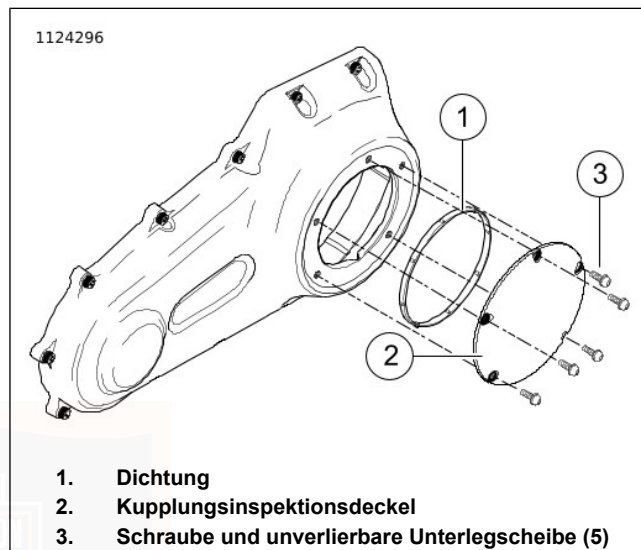
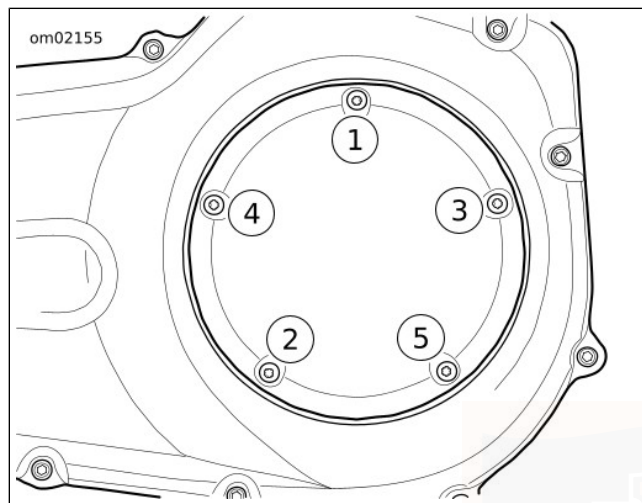

Abbildung 116. Kupplungsdeckel (Typisch)
Abbildung 117. Anzugsreihenfolge für Kupplungsdeckel
6. Siehe Abbildung 116. Schrauben (3) und Kupplungsinspektionsdeckel (2) entfernen.
7. Dichtung (1) entfernen. Das Öl von der Nut im Kettengehäusedeckel und der Befestigungsfläche abwischen.
- b. Siehe Abbildung 116. Die **neue** Dichtung (1) in die Nut des Kupplungsinspektionsdeckels (2) einsetzen. Jede Noppe auf der Dichtung in die Nut drücken.
- c. Den Kupplungsinspektionsdeckel (2) mit Schrauben und unverlierbaren Unterlegscheiben (3) sicher befestigen.
- d. Siehe Abbildung 117. In der angegebenen Reihenfolge auf folgendes Drehmoment anziehen: 9,5–12,2 N·m (84–108 in-lbs).